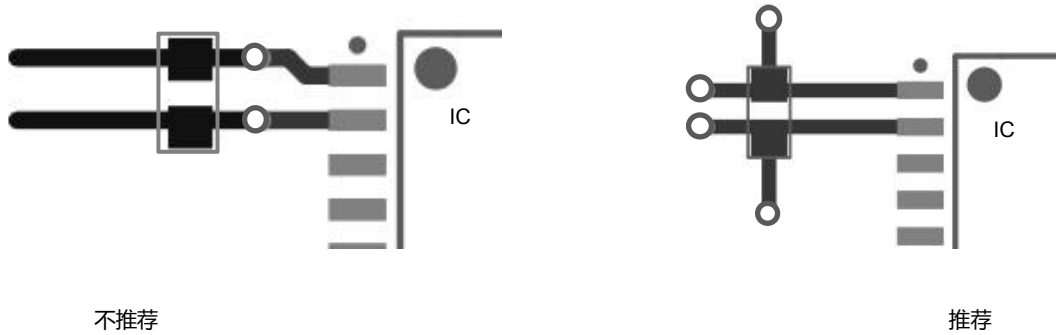

图 25-2
3、当需要在供电电源线和地线中放置过孔时，过孔的位置应在电容相对芯片引脚的外侧，而非放置在电容与芯片之间，如下图 25-2 所示，以减少过孔寄生电感的影响。